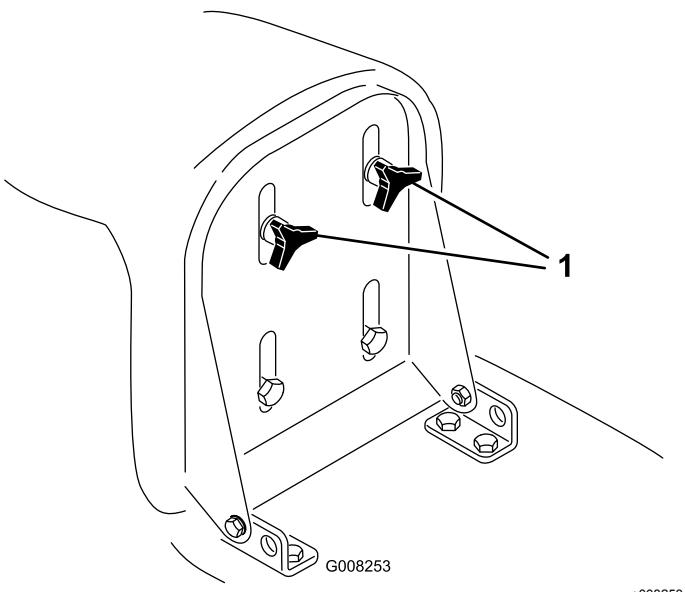

Figura 6
1. Sollevate il sedile ed allentate le manopole di regolazione (Figura 6).